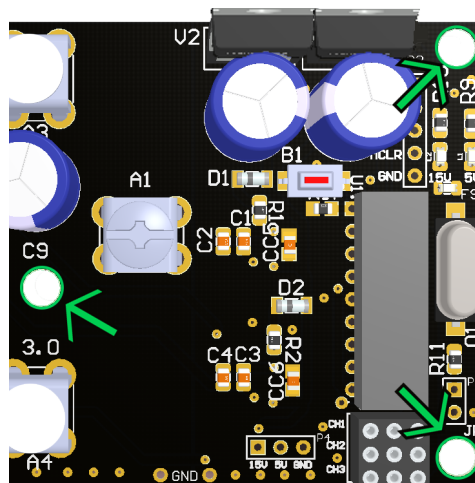

Figura 6: Furo para afixação de dissipadores
- A eletrônica *Parkinson* possui furos destinados a afixação de dissipadores, que podem melhorar o rendimento da placa, ver figura 6.